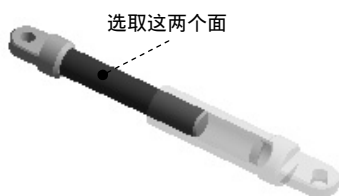

图 7.6.31 定义接触面
(1) 定义接触面。在 **Scope** 区域中单击以激活 **Contact** 后的文本框，选取图 7.6.31 所示的模型表面（两个面）为接触面，单击 **Apply** 按钮确认。